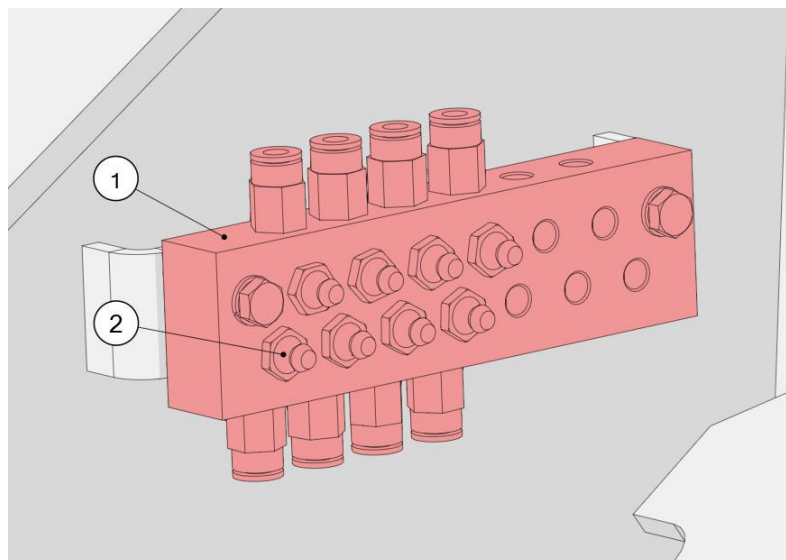

Figura 68. Lubricación central de los rodamientos
La rotoempacadora Z514 está equipada con un sistema de lubricación central de los rodamientos. Las barras colectoras (1) con engrasadores (2) permiten la lubricación de los rodamientos de la máquina (figura 68). Las barras colectoras están situadas en los lados izquierdo y derecho de la rotoempacadora. Deben lubricarse de acuerdo con el plan de lubricación (capítulo 5.8).